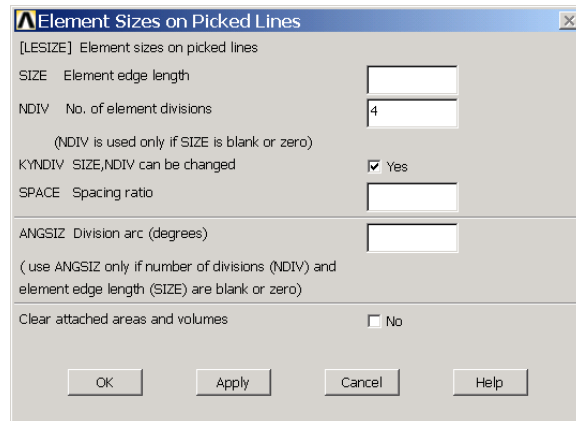

图11.10 定义单元尺寸
(9) 单击 Main Menu>Preprocessor>Modeling>Operate>Booleans>Glue>Areas 菜单，弹出图形拾取对话框，单击【PICK ALL】按钮，将把所有面粘在了一起。
(10) 单击 Main Menu>Preprocessor>Meshing>Size Cntrl>ManualSize>Lines>Picked Lines 菜单，弹出图形拾取对话框，在图形视窗中选择不锈钢层（右侧面）短边，单击【OK】按钮，在【No. of element divisions】文本框中输入【4】，单击【Apply】按钮。如图 11.10 所示。